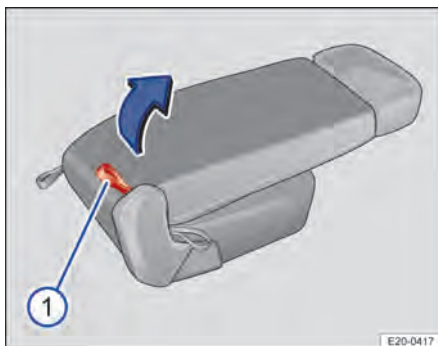

Fig. 71 Deuxième rangée de sièges : Escamotage d'un siège
2. Tirez sur la dragonne rouge → fig. 71 ⓘ au dos du siège et basculez le siège vers l'avant.